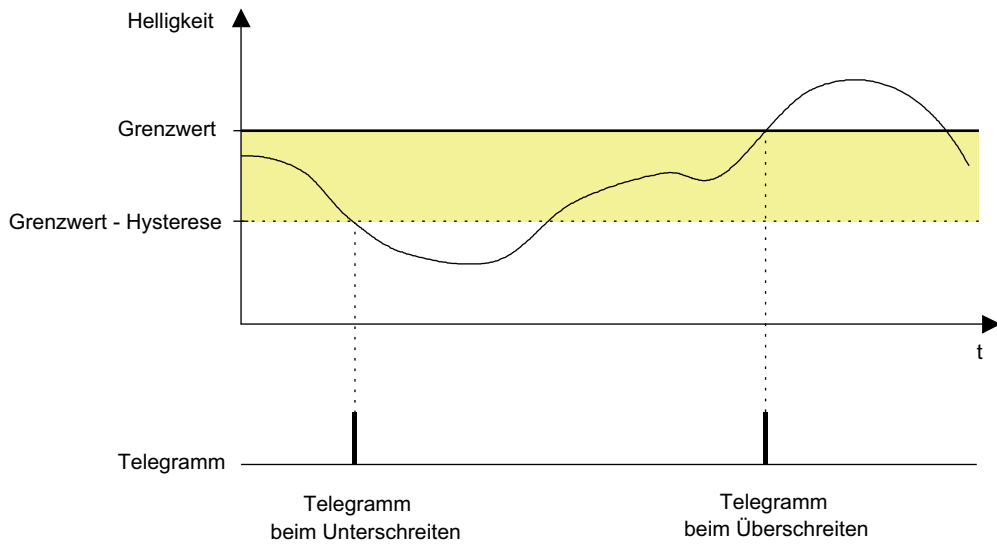

Bild 63: Beispiel 1 zur Grenzwertdefinition
1. Helligkeitsgrenzwert = Obere Schwelle (Bild 63)